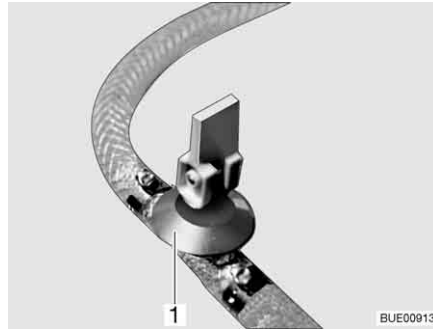
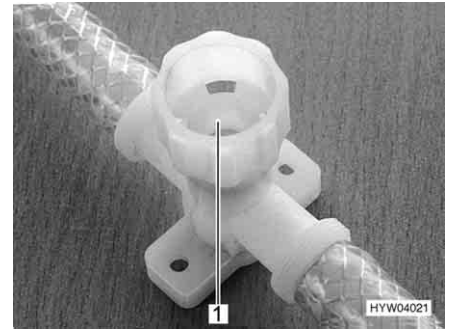

Bild 207 Avtappningskran (med vipparm)
Bild 208 Avtappningskran (med vred)
- Stäng alla avtappningskranar. Ställ för detta avtappningskranens vipparm (Bild 207,1) vågrätt eller vrid avtappningskranens kran (Bild 208,1) medurs.